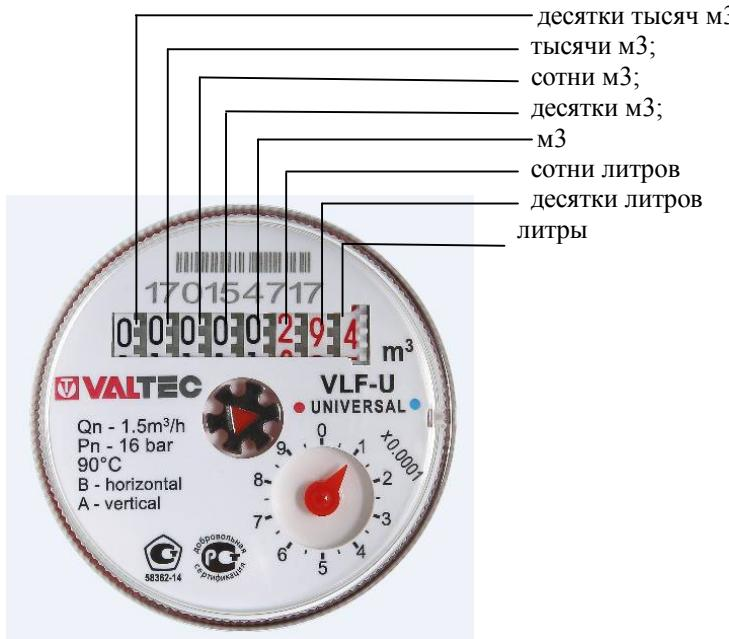

Рисунок 2. Табло счетчика
6.1. Показания прибора считаются в прямоугольных окошках табло (см.рис.2):